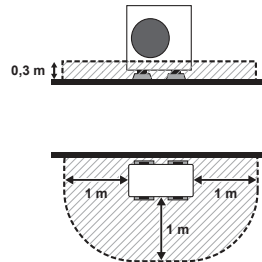

Fig. 3-3
- (2) När den monteras på en plats med 3 öppna sidor (på en vägg på en byggnad) (Fig. 3-3)